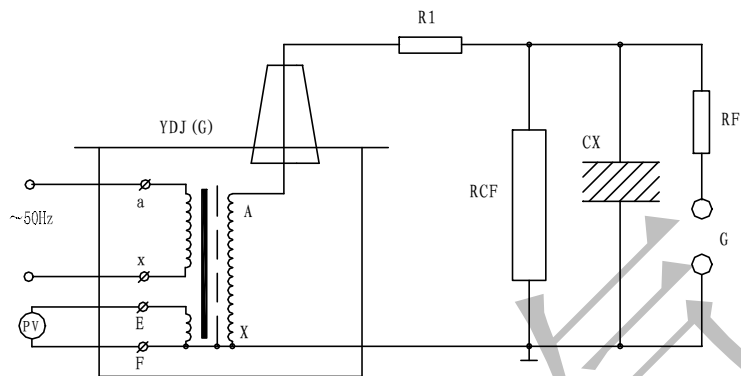

图 6: 被试品工频耐压试验接线图
1、YDJ (G)、试验变压器做被试品的工频耐压试验使用接线原理图见图 6。
时, 试验变压器的漏抗必须存在着压降。为了准确测量被试品上所施加的电压, 因此常在高压侧接入 RCF 阻容分压器来测量电压 (见图 6)。